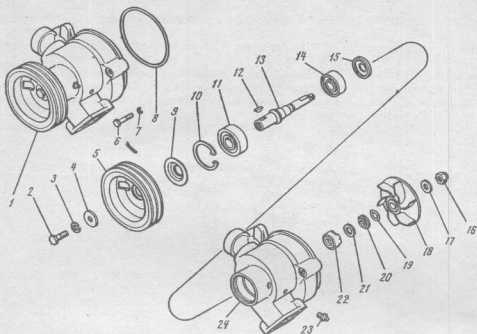

Рис. 2. Насос водяной:
21. Напрессовать подшипники 11 и 14 (Рис. 2) валик 13 водяного насоса. (Пресс ручной мод. ОКС-761-2, технологические пластины).
26. Запрессовать в корпус 24 (Рис. 2) водяного насоса водоотражающую шайбу 15. Работу выполнять на двигателях КамаЗ-740 начиная с № 110661. Шайбу спрессовывать на эмали НЦ-5123 ГОСТ 7462-73 до упора в корпус водяного насоса. (Оправка, молоток).